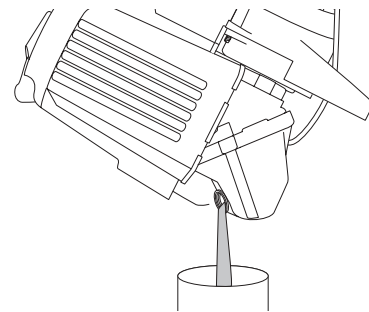

Fig. 20
4. Vierta el aceite fuera del orificio de llenado de aceite en un recipiente inclinando la unidad hasta una posición vertical (Fig. 20). Deje suficiente tiempo como para completar el drenaje.